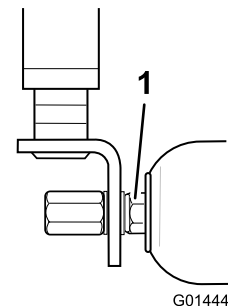

Figure 82
2. En cas de jeu axial excessif, utilisez la clé fournie pour serrer avec précaution les écrous à chaque bout du rouleau jusqu'à la suppression du jeu (Figure 82).